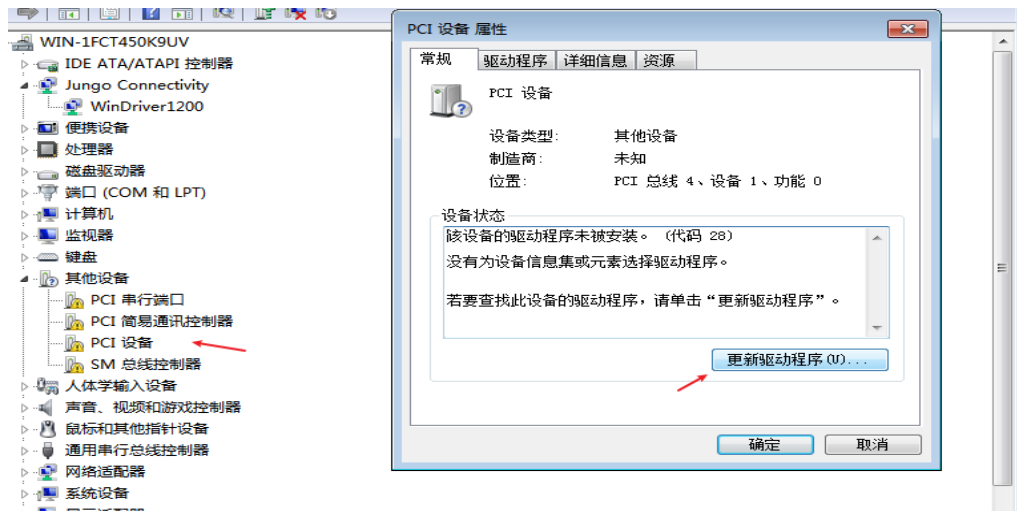

图 5-5 更新驱动
- 4) 鼠标右键单击“计算机”一>选择“管理”一>选择“设备管理器”，在“设备管理器”中找到带有黄色感叹号的“PCI 设备”选项，右键单击此选项，选择“更新驱动程序软件”，如图 5-5 所示：